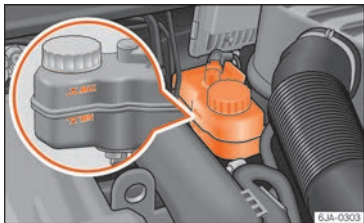

Fig. 246 Vano motor: depósito del líquido de frenos.
- Verifique el nivel de líquido de frenos en el depósito »» **fig. 246**. El nivel debe encontrarse entre las marcas “MIN” y “MAX”.